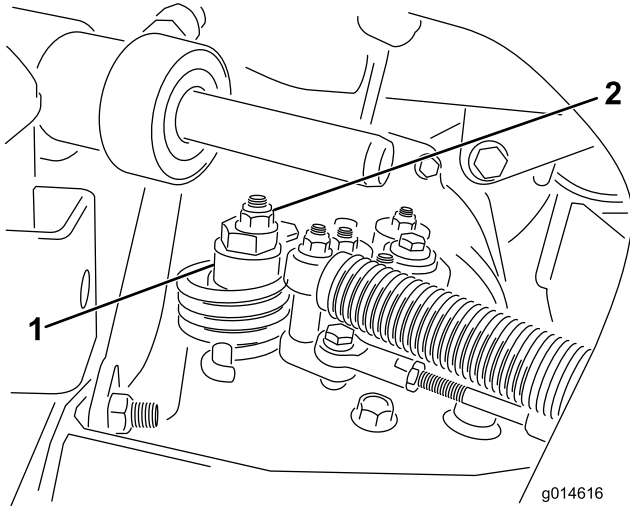

图49
- A. 松开将偏心螺栓固定到静液压泵顶部的螺母（图49）。
- C. 旋转偏心螺栓，直到不再出现任何方向的缓慢前移。当轮子停止旋转时，旋紧螺母，锁定偏心螺栓和调整（图49）。将油门移至“慢速”和“快速”位置，验证调节情况。